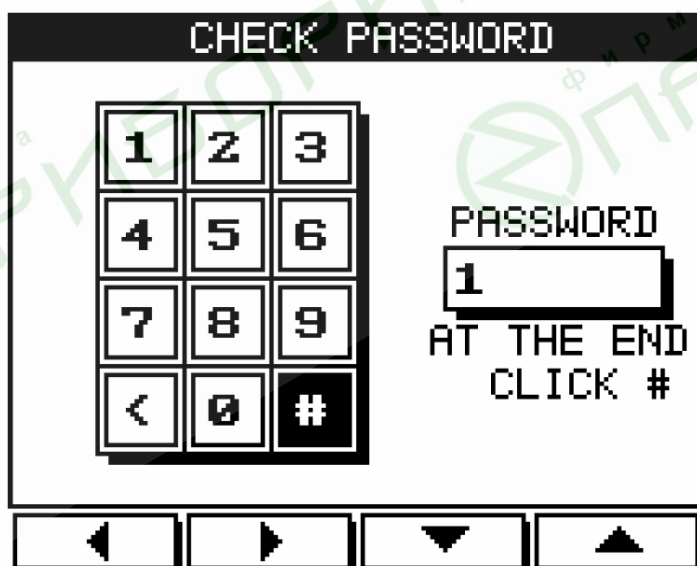

Рис. 9
2. Нажмите «Enter». На дисплее появится экран ввода пароля (рис. 9):